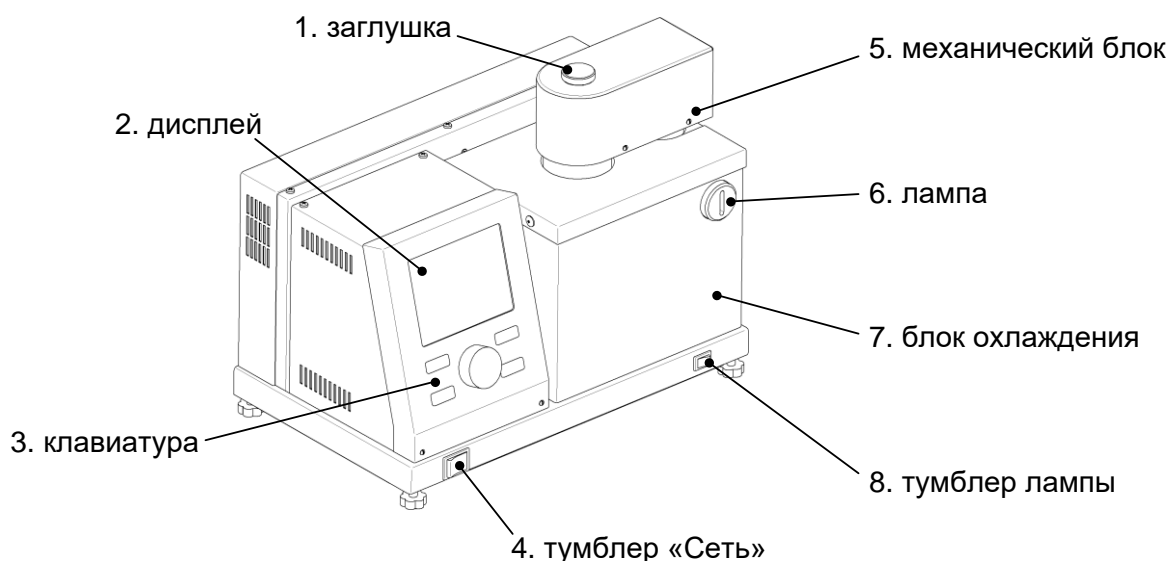

Рисунок 2. Общий вид аппарата
Режим работы – непрерывный. После окончания работы аппарат выключается тумблером «Сеть» на переднем торце аппарата (рисунок 2 на странице 5, позиция 4).
1. выключить аппарат тумблером «Сеть» на переднем торце (рисунок 2 на странице 5, позиция 4);
Включить аппарат тумблером «Сеть» (рисунок 2 на странице 5, позиция 4) – на дисплее отобразится окно загрузки: